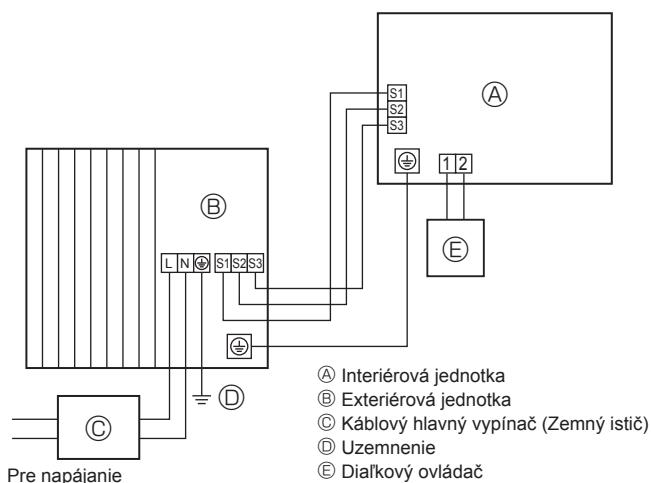
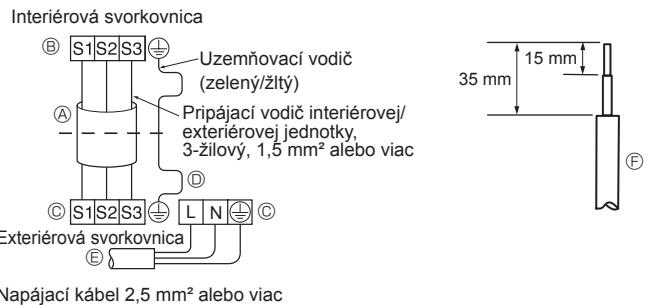
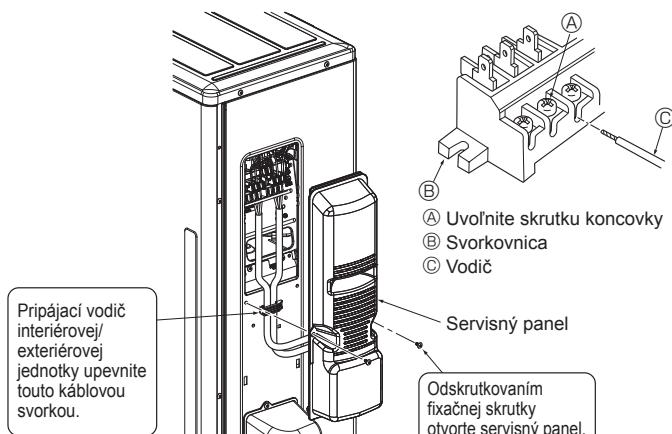

Fig. 6-1
Fig. 6-2
Fig. 6-3
6.1. Exteriérová jednotka (Fig. 6-1, Fig. 6-2, Fig. 6-3)
- ① Zložte servisný panel.
- ② Zapojte káble podľa Fig. 6-1, Fig. 6-2 a Fig. 6-3.
- Vykonajte zapojenie podľa obrázka vľavo dole. (Káble si zabezpečte lokálne.) (Fig. 6-2)